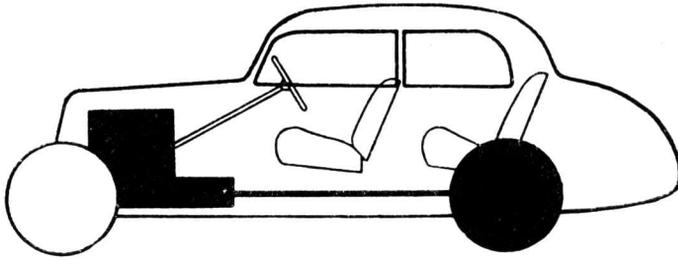

Bild 41. Der Hinterradantrieb (Normalkonstruktion)
1. Hinterradantrieb (Motor kann vorn oder hinten liegen. Bild 41 und 42),